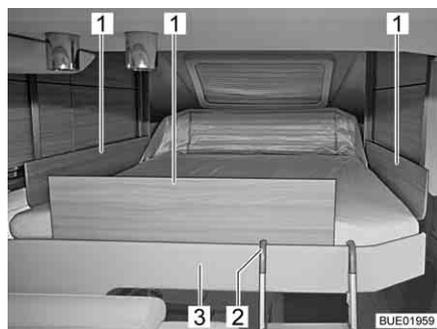

Bild 122 Hubbett mit Sicherungsplatten
- Sicherungsplatten (Bild 122,1) zwischen Matratze und Bettumrandung (Bild 122,3) stecken.
- Beide Bügel der Aufstiegsleiter (Bild 122,2) in die Bettumrandung (Bild 122,3) einhängen.
- Aufstiegsleiter (Bild 122,2) aus der Bettumrandung (Bild 122,3) aushängen.